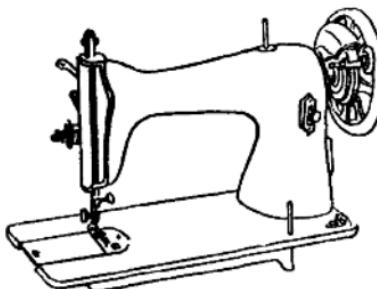
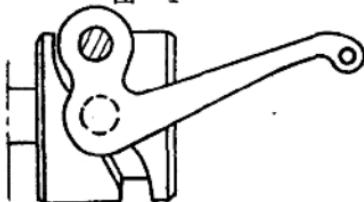

图 1
图 2
(1) JA型 在外观上，挑线杆是从面板的边槽中伸出。内部的结构，是采用挑线凸轮为主导的挑线机构（图1及图2）。